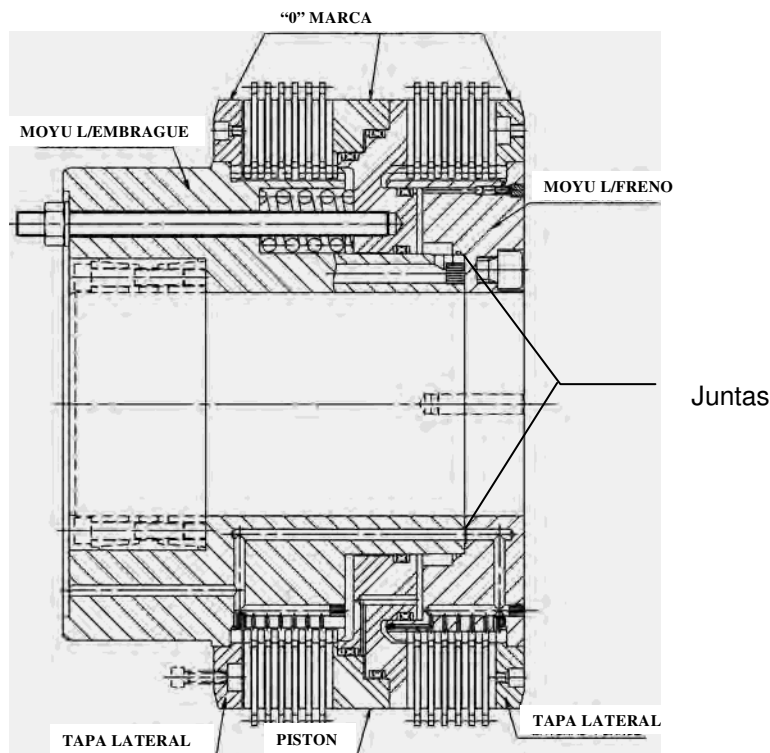

Fig. 13
3. Verificar que las dos tapas laterales (ver Fig. 13) y el pistón tiene una marca "0" en su superficie para mantener la posición original en el montaje posterior.
5. Colocar los discos interiores y exteriores en el moyú lado freno y verificar que las juntas están en sus alojamientos (ver Fig. 13).